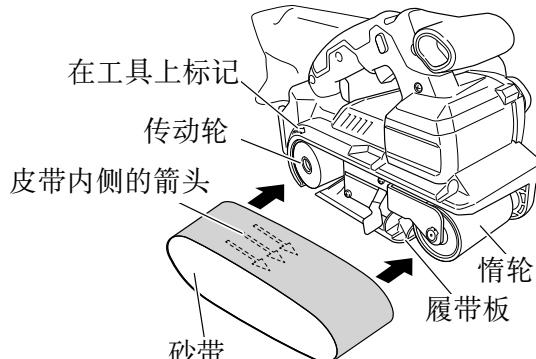

图 9
(2) 传动轮和惰轮放置在上方，使其越过履带板外侧，同时确保皮带内侧的箭头与工具上对应的标记重合。(图 9)